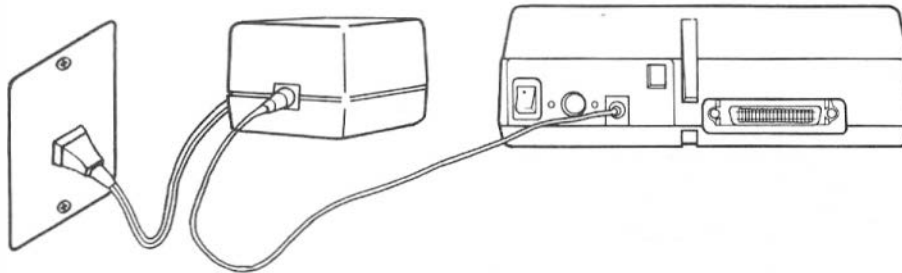

Figure 4. Branchements de l'alimentation
2. Brancher ensuite le cordon d'alimentation de l'adaptateur CA dans la prise d'adaptateur CA (AC ADPT) de l'imprimante graphique couleur (voir figure 4).